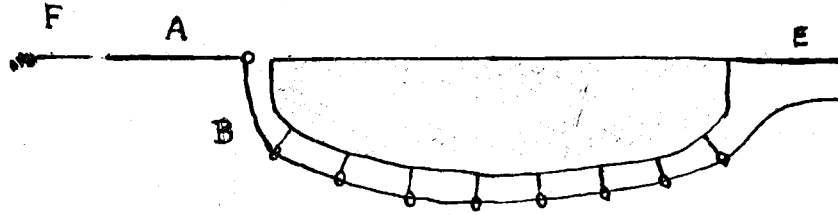

Fig. 2 - Schéma du filet et de son grément
F. A. D. B. E voir légendes des figures 2 et 3
3 - Bras de manœuvre : Les pattes d'oie des ailes avant et arrière ont été supprimées (Fig. 2 et 3), seul un bras de 35m en chanvre a été conservé. Sur l'aile arrière ce bras (E) est pris directement sur la corde des lièges, sur l'aile avant (A) il est fixé directement à l'extrémité de la coulisse (B), le raccord entre ces deux pièces se faisant par un anneau pris par un oeil sur chaque bout. Cet anneau est fixé à la ralingue des lièges par une manille ou toute autre attache rapide (D).